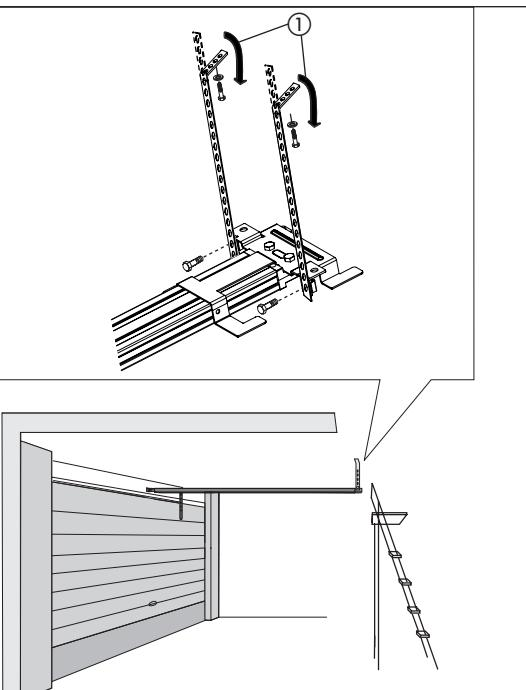

Abb. 14
- 11) Die Bügel auf der hinteren Befestigung montieren und die Gleitführung erneut positionieren (Abb. 14).